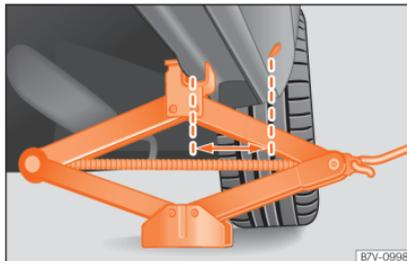

Abb. 48 Wagenheber hinten an der linken Fahrzeugseite angesetzt.
- Drehen Sie die Kurbel des unter dem Aufnahmeplatz des Längsträgers befindlichen Wagenhebers, bis sich die Nase » » **Abb. 48** unter der vorgesehenen Einführung befindet.